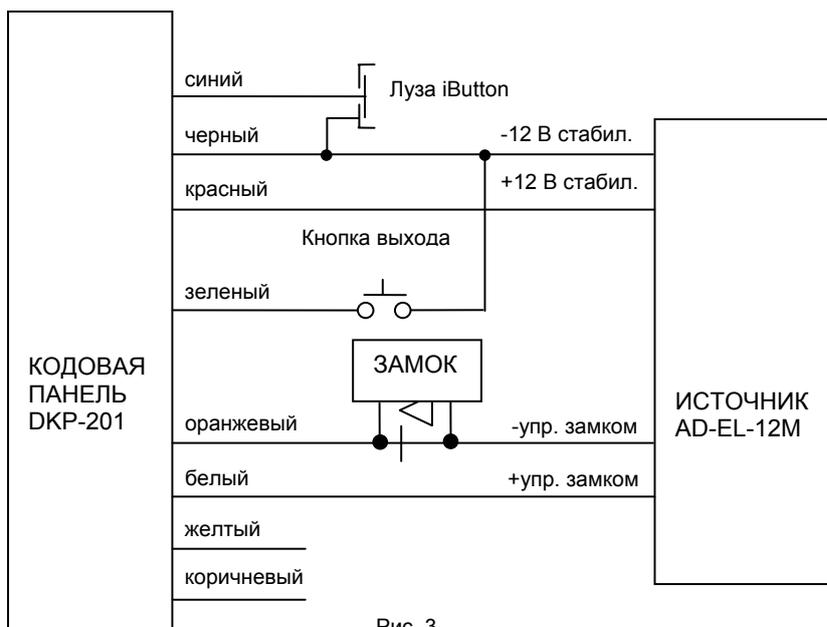

Рис. 3
2. Выполните все соединения в соответствии с рис. 3 и таблицей 1. При использовании электромеханического замка, его катушка должна быть зашунтирована диодом.